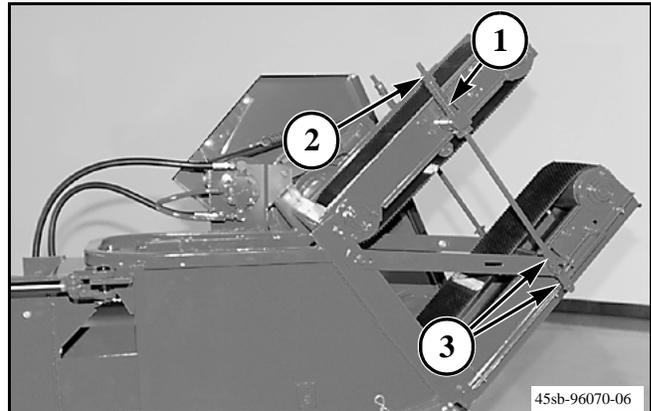

FIG. 36
FIG. 36: Los resortes de tensión del expulsor de fardos (1) permiten que la correa superior del expulsor se ajuste a la altura de cada fardo para tener un contacto seguro con el fardo. La longitud establecida de fábrica para los resortes de tensión del expulsor de fardos es de 100 mm (4 pulg.).